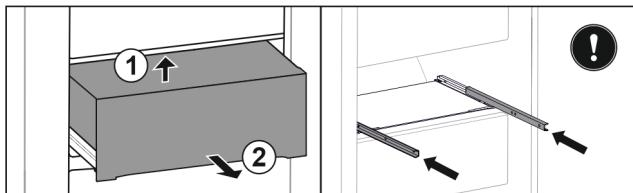

Fig. 52
- Predal dvignite od spodaj proti zadnji strani. Fig. 52 (1)
- Predal vzemite ven v smeri naprej. Fig. 52 (2)